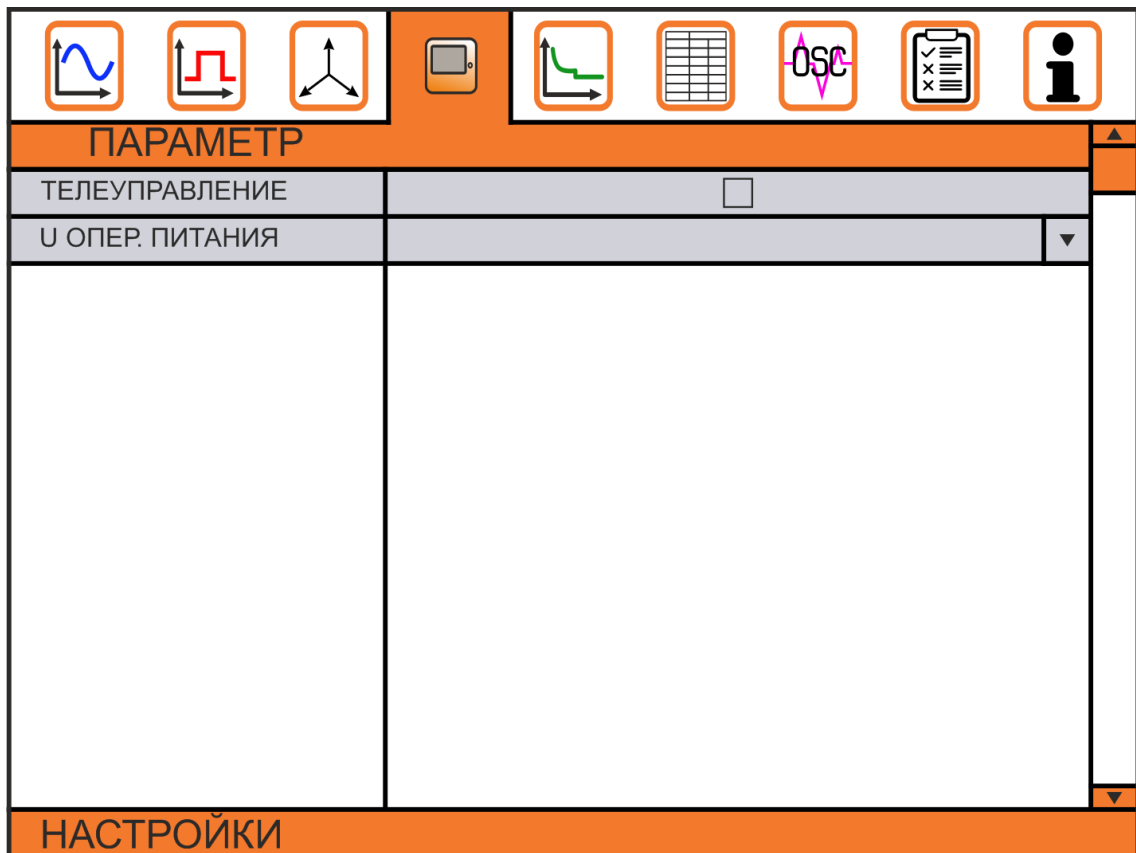

Рис. 2.4.8. Окно вкладки «Основные характеристики: Настройки»
2.4.6.1. Меню «**Настройки**» (Рисунок 2.4.8) предназначено для активации телеуправления и выбора оперативного питания.